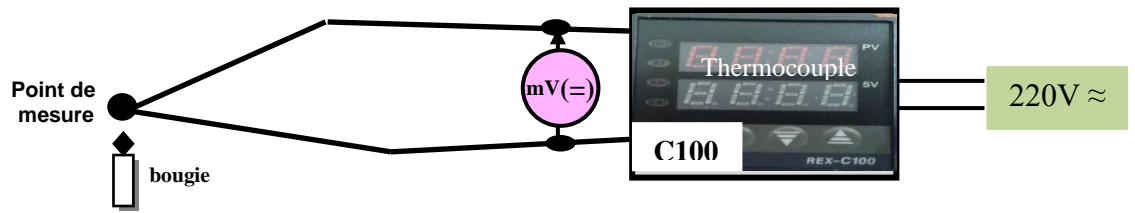

Fig. 3 : Thermocouple C100
- a. A l'aide d'un voltmètre (calibre : **mV continu =**) (**Fig. 3**) mesurer la tension aux bornes du **thermocouple C100** à la température ambiante : **V =** à **T =°C**
- b. Chauffer le **thermocouple C100** à l'aide d'une source de chaleur puis relever la tension affichée par le voltmètre en fonction de la température (**Fig. 3**). Compléter le tableau suivant.